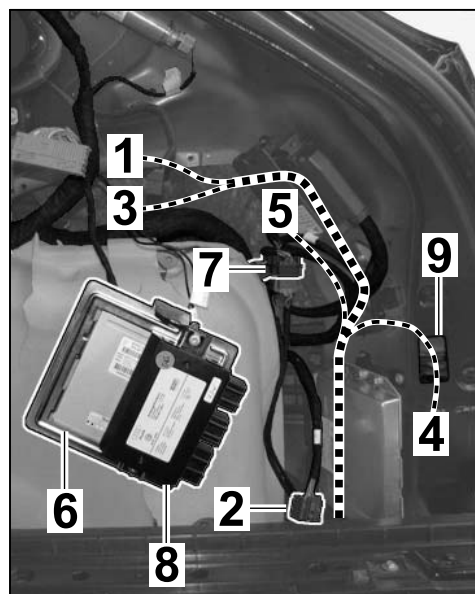

Рис. 16
- “Черный” и “синий” разъемы → вдоль серийного жгута проводов → место установки блока управления тягово-сцепного устройства (⇒ Рис. 16 -1 & 3-);
- “Красный” разъем = подготовка (имеется в автомобиле ⇒ Рис. 16 -2-) высвободить → вдоль серийного жгута проводов → место установки блока управления тягово-сцепного устройства (⇒ Рис. 16 -1 & 3-);
- **ТОЛЬКО** тягово-сцепное устройство с электрическим приводом: “черный” разъем (⇒ Рис. 16 -4-) → вдоль серийного жгута проводов → четырехугольный вырез (со стороны кузова, ⇒ Рис. 16 -9-);
- Зеленый разъем (⇒ Рис. 16 -5-) → колодка разъемов места разъединения “1HER_P” (предварительная электропроводка тягово-сцепного устройства, ⇒ Рис. 16 -7-);